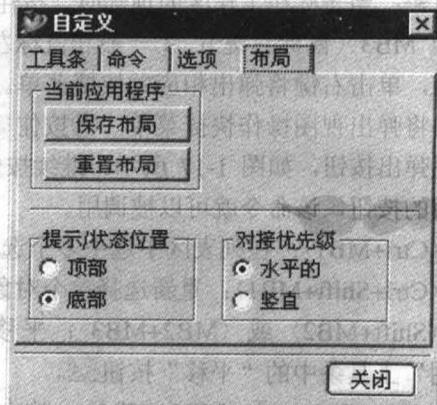

图 1-16 “布局”选项卡
(5) 单击“布局”选项卡，如图 1-16 所示，该选项卡主要用来对界面的布局进行设定。